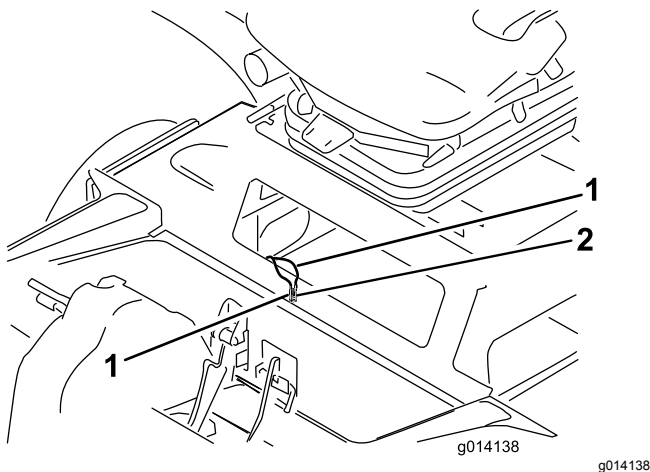

Figura 62
3. Localice los dos cables puente taponados del contrapeso, dentro del compartimento (Figura 62).